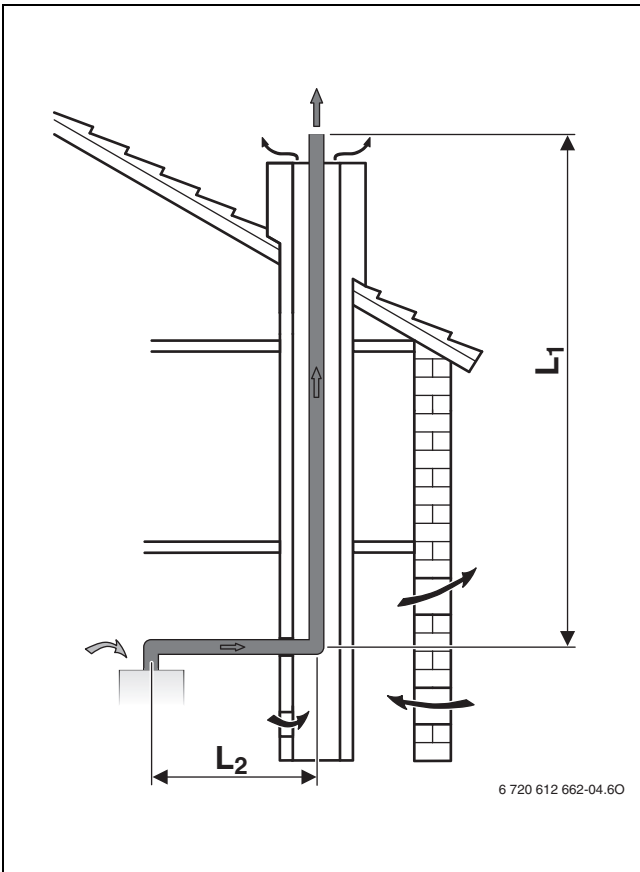

Рис. 7 Дымовая труба в шахте по V23P
- Если отвод дымовых газов выполняется в вентилируемой шахте (→ рис. 7, 8 и 10), то чистка шахты не требуется.